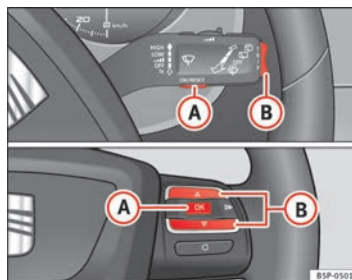

Fig. 39 Teclas basculantes A y B. Mandos en volante.
Si hay que realizar algún servicio próximamente, aparece en el cuentakilómetros un **preaviso de servicio**. Aparece el símbolo de una "llave fija" y la indicación "km" con los kilómetros que aún puede recorrer hasta la fecha del próximo servicio. Aproximadamente transcurridos 10 segundos cambia esta indicación. Aparece el símbolo de un "reloj" y el número de días que faltan hasta la fecha del próximo servicio. En la pantalla* del cuadro de instrumentos aparece el siguiente mensaje: **SERV. EN... KM O... DÍAS**. Transcurridos 20 segundos después de haber conectado el encendido o de tener el motor en marcha, se apaga el mensaje de servicio. También se puede volver a la pantalla normal pulsando el botón de puesta a cero del cuentakilómetros parcial o pulsando la tecla basculante del MFA ⇒ fig. 39 ②).
- Con el encendido conectado, pulse brevemente la tecla **⇒ página 65, fig. 39 A** de la palanca del limpiacristales para cambiar de una memoria a otra o pulse la tecla **A** de los mandos al volante **⇒ página 65, fig. 39**.